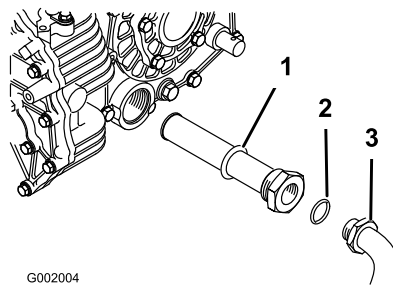

Figura 69
5. Retire o tubo do hidráulico e o conector de 90° (Figura 69).